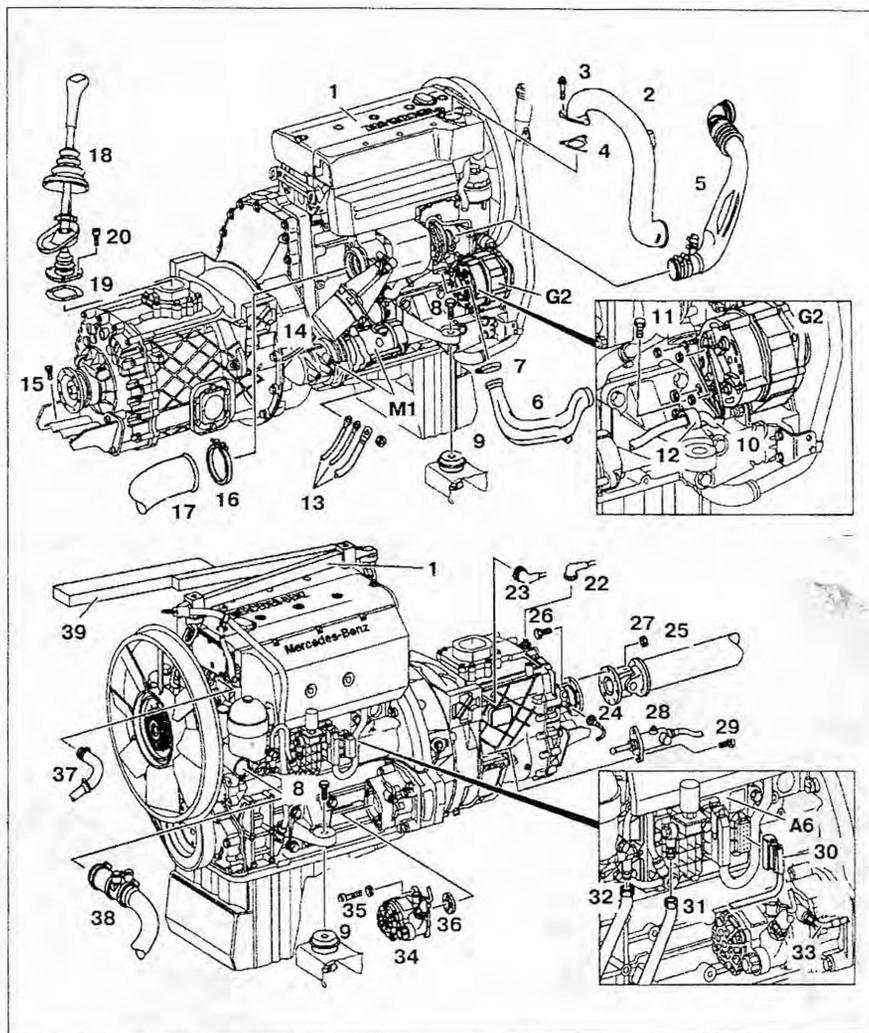

Рис. 3.1. Снятие и установка двигателя:
8. Снимите впускную трубу 5 и трубу подачи сжатого воздуха 2 (рис. 3.1).